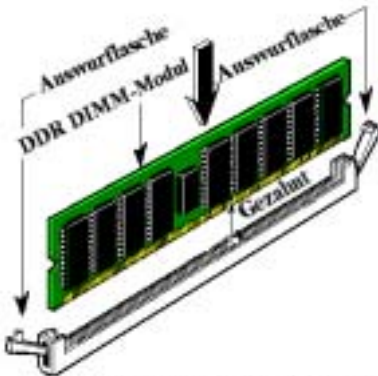

Abb. 2-6. Installation des DDR-Speichermoduls
- Schritt 5.** Setzen Sie das DDR DIMM-Modul wie im Bild gezeigt in den Erweiterungssteckplatz. Achten Sie darauf, wie das Modul im Steckplatz sitzt. Schauen Sie sich Abb. 2-6 für Details an. ***Dies stellt sicher, dass das DDR DIMM-Modul nur auf eine Weise in den Steckplatz eingesetzt werden kann.*** Drücken Sie das DDR DIMM-Modul fest in den DDR DIMM-Steckplatz, bis es komplett und fest darin sitzt.